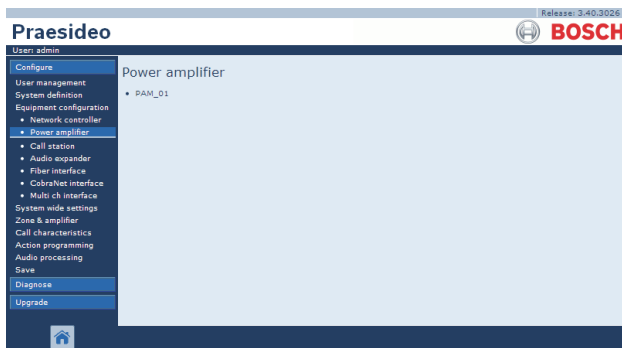

abbildung 44.10: Konfiguration von Endstufen, Schritt 1
- 1 Rufen Sie *Configure > Equipment configuration > Power amplifier* auf. Im Mainframe der webbasierten Benutzeroberfläche erscheint ein Bildschirm, der dem in *abbildung 44.10* ähnelt.